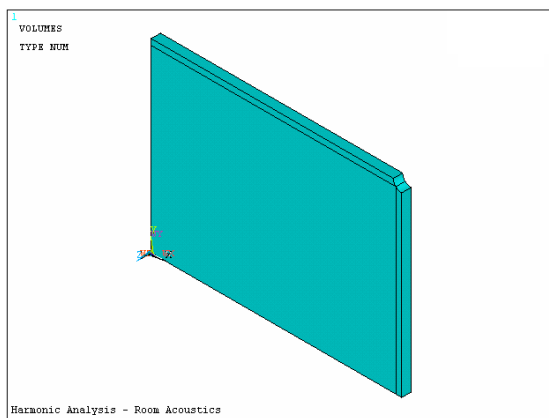

图 11-76 三维几何模型
④⑩单击 ANSYS 界面右边的  (Isometric View) 按钮, 三维几何模型如图 11-76 所示。